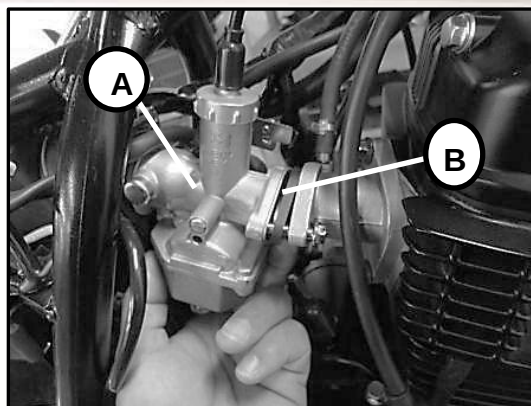

Fig.2.5
- Remueva el carburador [A] y luego la váquela del carburador [B]. Fig.2.5